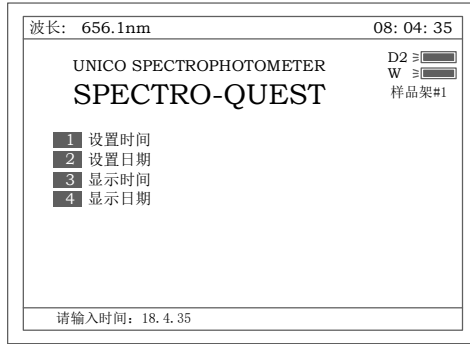

图 86
a. 图 85 中按【1】键可设置时间，图 86 示.时间的输入格式为: \*\* (时)。 \*\* (分)。 \*\* (秒)，比如输入: 18.4.35 代表下午 6 点零 4 分 35 秒。